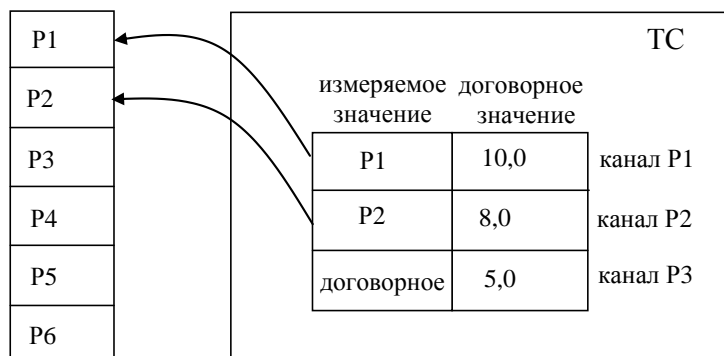

Рисунок 6.2
**3** - В каждом канале расхода, температуры и давления в ТС параметр может быть задан как измеряемым, так и договорным. Например (см. рисунок 6.2): в случае отказа ПД в каналах P1 и P2, при выборе соответствующего типа реакции на НС, вместо измеренного давления в расчетах будут использоваться договорные значения, а в канале P3 – всегда используется только договорное значение и, естественно, для этого канала не задаются верхнее и нижнее пороговые значения.